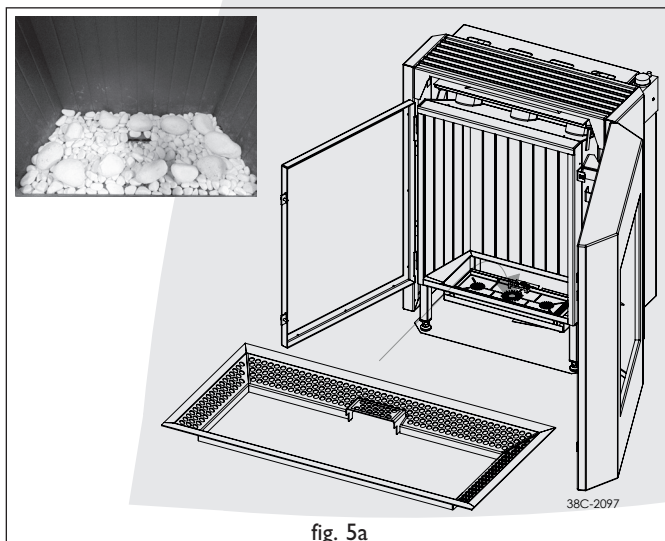

fig. 5a
- Placer la grille, voir la Photo (fig. 5a);